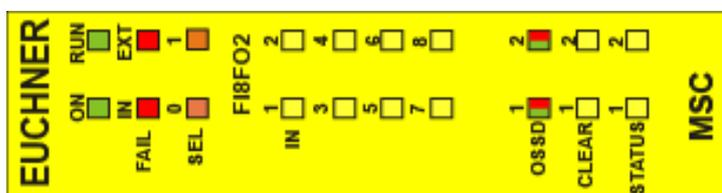

Figura 30:
8.4.3. Modulo FI8FO2 (Figura 30)